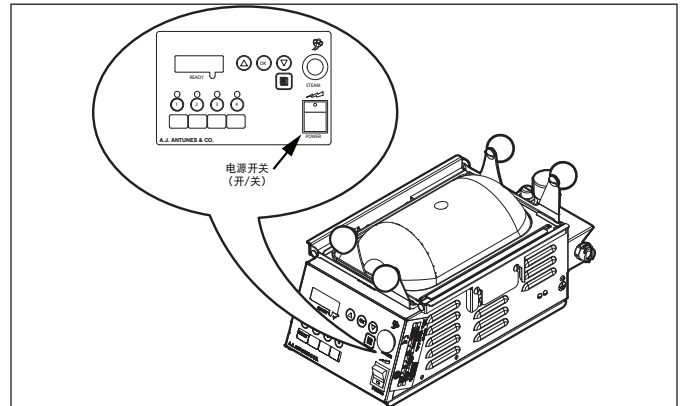

图 5. 控制面板和电源开关
1. 按住 **PROGRAM (程序)** 按钮直至显示屏上显示“CYC” (图 5)，然后松开 **PROGRAM (程序)** 按钮。
注意：若要保存编程更改，务必在做出更改时按下 **PROGRAM (程序)** 按钮 (图 5)。